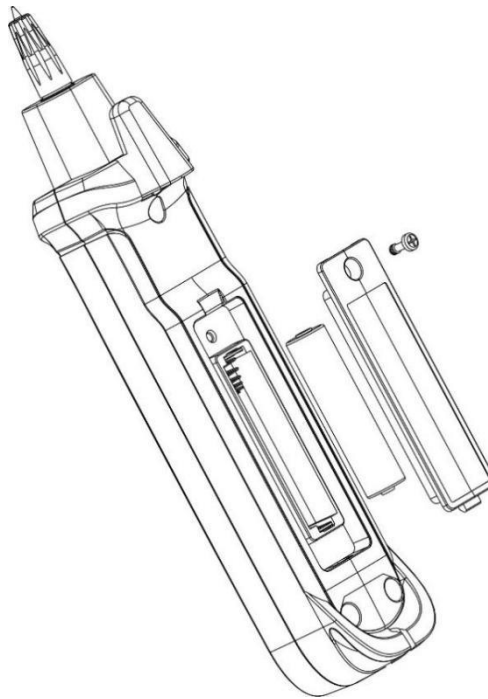

Figure 9
2. Installation ou remplacement de la pile (Figure 9)